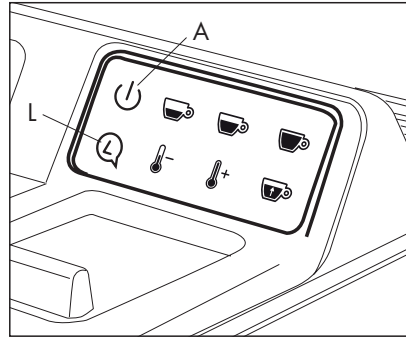

Fig. 9
- Appuyer sur la touche (L) pour sélectionner la langue.
- Appuyer sur la touche (A) pour confirmer la langue sélectionnée. (Fig. 9)